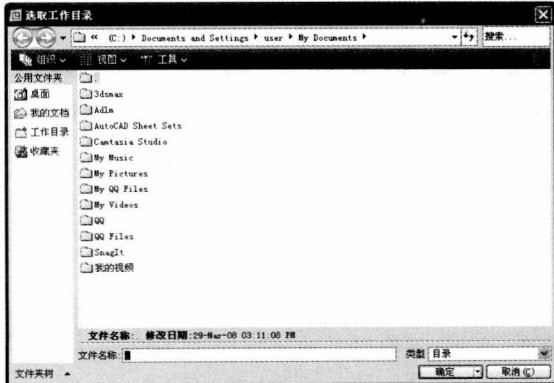

图 1-13 “选取工作目录”对话框
- ① 从主菜单中的“文件”菜单中选择“设置工作目录”命令，打开如图 1-13 所示的“选取工作目录”对话框。